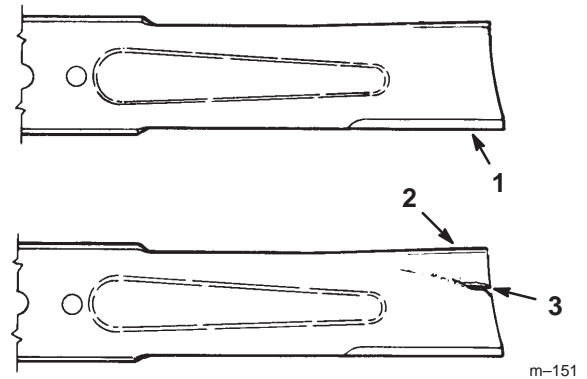

Figure 28
1. Inspectez les tranchants des lames (Fig. 28). Si les lames ne sont pas tranchantes ou si elles présentent des indentations, déposez-les et aiguisiez-les (voir Aiguisage des lames, page 30).
2. Inspectez les lames, surtout la partie incurvée (Fig. 28). Remplacez immédiatement toute lame endommagée, usée ou qui présente une entaille (repère 3 de la Fig. 28).